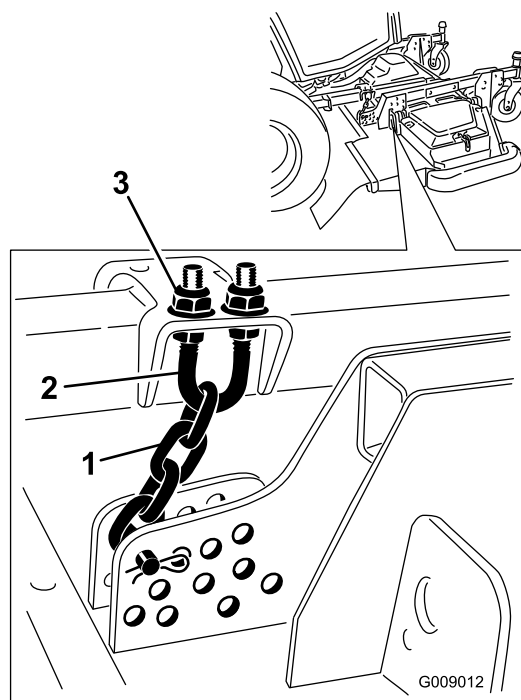

Figura 140
5. Afloje las contratuercas de la parte superior o inferior del perno en U de la cadena de altura de corte (Figura 140).